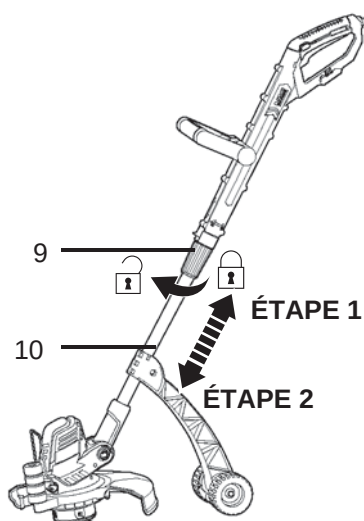

Fig. 14
- > Sortez le tube télescopique [10] jusqu'à la longueur souhaitée (Fig. 14).